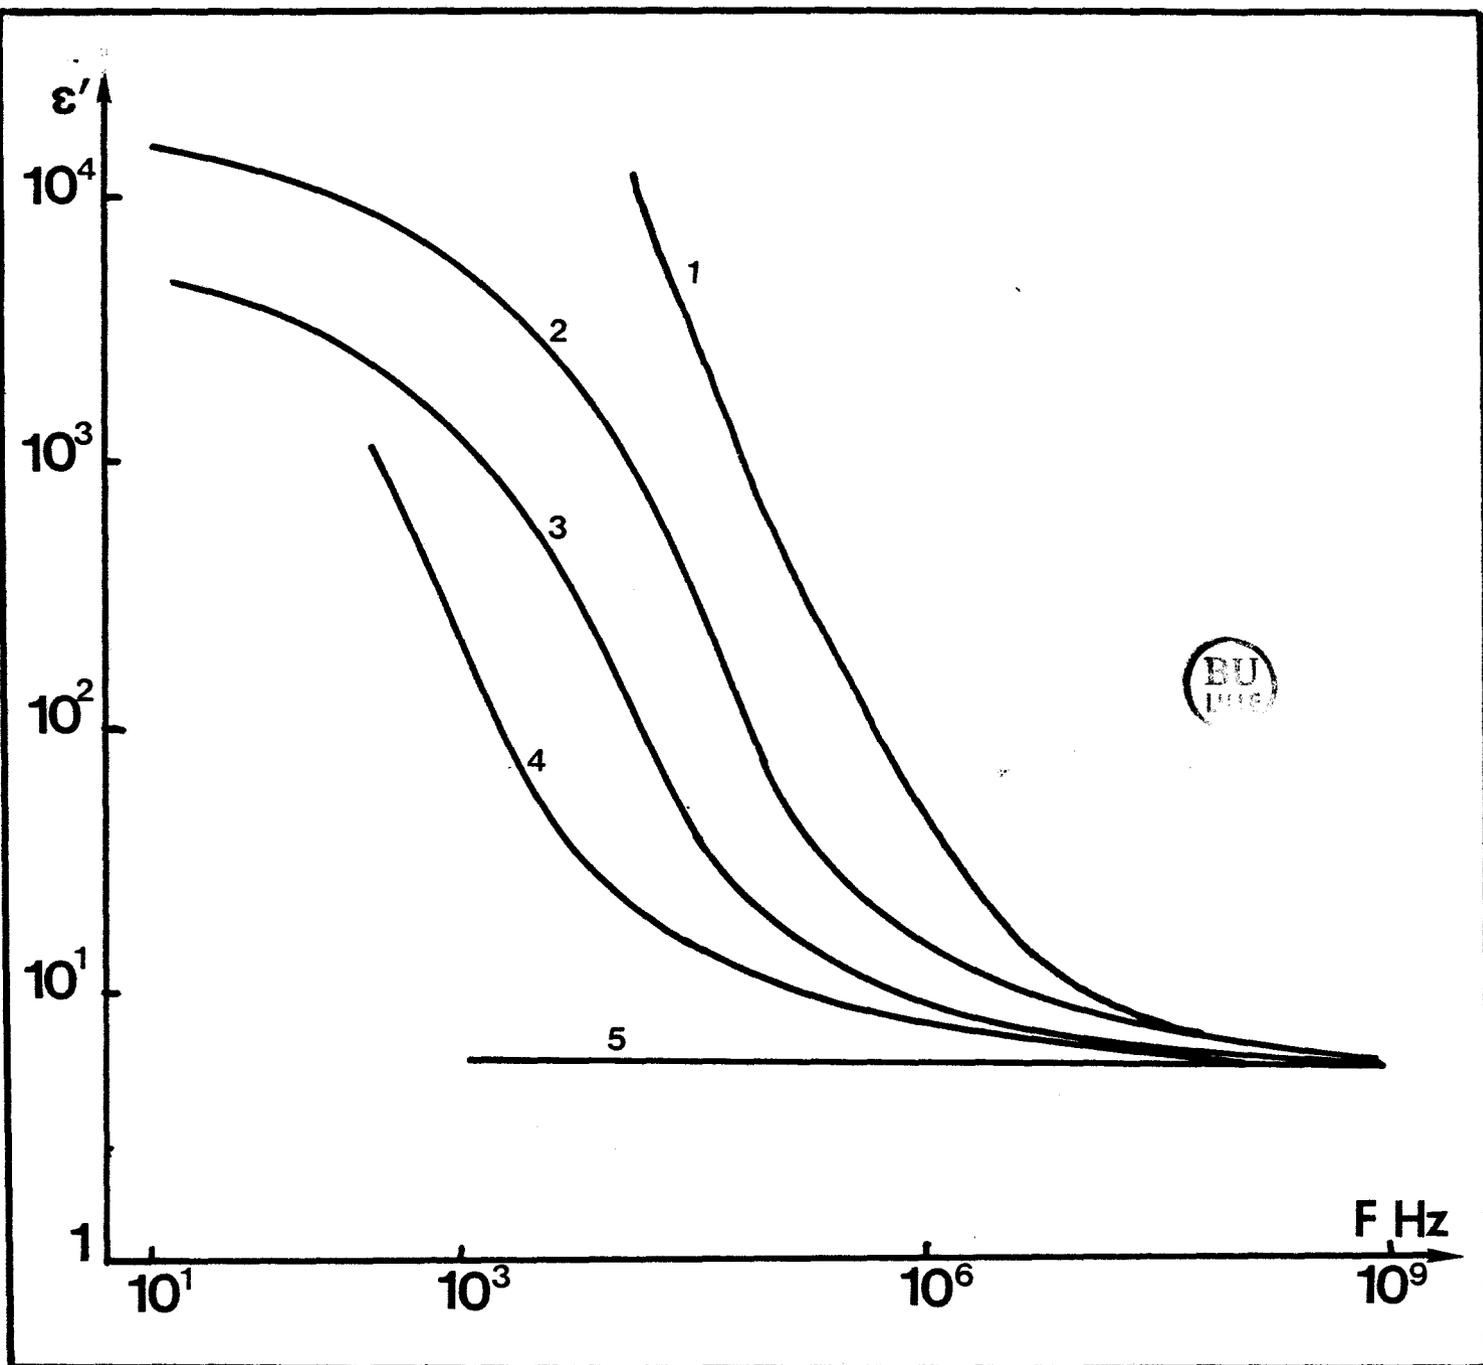

FIGURE F.3.6
- Figure F.3.6. Permittivité d'un échantillon dopé à l'Iode.